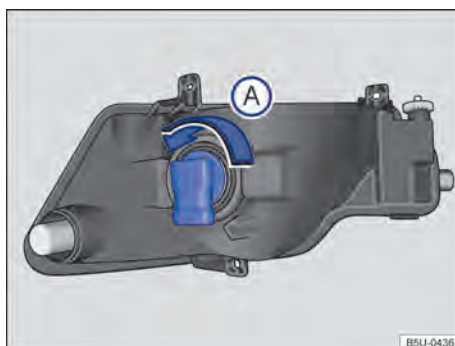

Fig. 153 Detrás del paragolpes delantero: acceso a la lámpara incandescente del faro de neblina.
- ① Observar la lista de control y ejecutar las acciones → pág. 192.
- ② Desenchajar el conector de alimentación de la lámpara, presionar al mismo tiempo, la traba de fijación del conector.
- ③ Girar el portalámparas → fig. 153, en el sentido antihorario de la flecha , y desenchajarlo del alojamiento.
- ④ La lámpara del farol de neblina está fijada en el portalámparas, debiendo cambiarse el conjunto de lámpara y portalámparas.
- ⑤ Cambiar la bombilla quemada por una bombilla nueva del mismo modelo.
- ⑥ Posicionar el nuevo conjunto de lámpara y portalámparas en el alojamiento.
- ⑦ Presionar el portalámparas hasta el tope y girarlo en sentido horario.
- ⑧ Cerciorarse de que el portalámparas esté correctamente fijado en el conjunto.
- ⑨ Encajar el conector de alimentación de la lámpara.